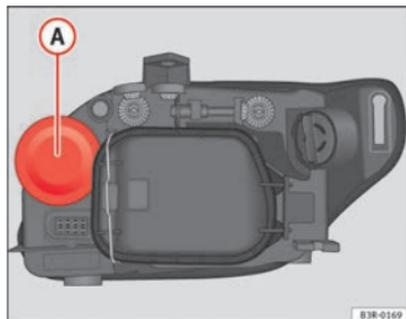

Fig. 195 Luz de carretera
- Retire la tapa de goma **A** ⇒ fig. 195 tirando de ella.